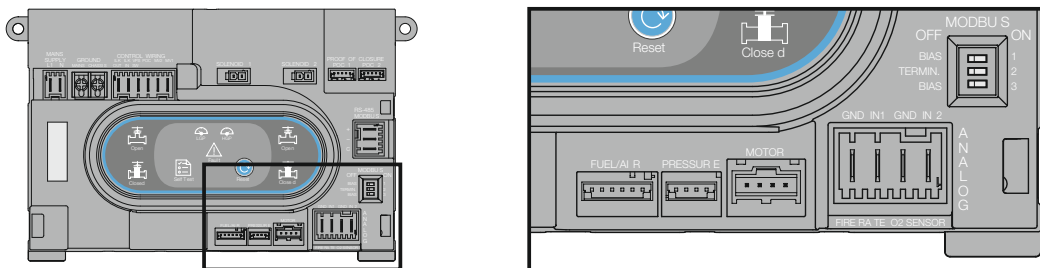

Fig. 3. Conexión del módulo de presión.
- b. Inserte el conector terminal en la ranura identificada 'PRESSURE' (presión). Consulte la Fig. 3.
- a. Inserte el conector terminal en la ranura identificada como 'PRESSURE' (presión). Consulte la Fig. 3.